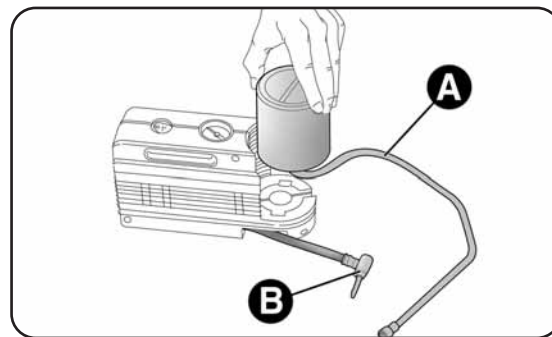

fig. 7
- disinserire l'innesto A-fig. 7;